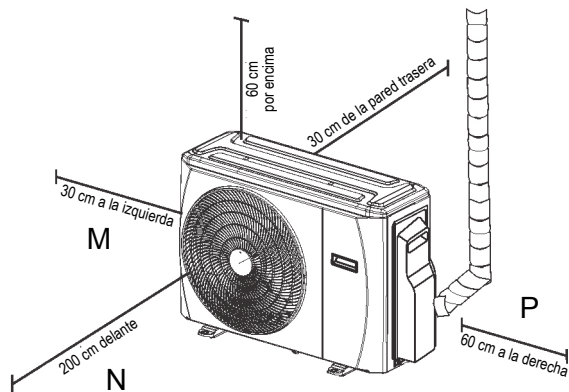

Fig. 5.7
**NOTA:** La distancia mínima entre la unidad exterior y las paredes descrita en la guía de instalación no se aplica a las salas herméticas. Asegúrese de mantener la unidad sin obstrucciones en al menos dos de las tres direcciones (M, N, P) (Vea la Fig. 5.7)